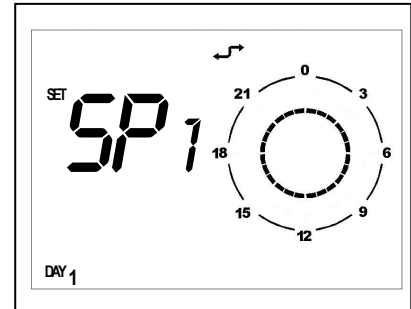

Figura 12
- Sul display in basso a sinistra comparirà la scritta **SP n** dove **n** indica il numero del set point giornaliero (Figura 12) selezionabile attraverso i tasti **UPLEV** e **DOWNLEV**.